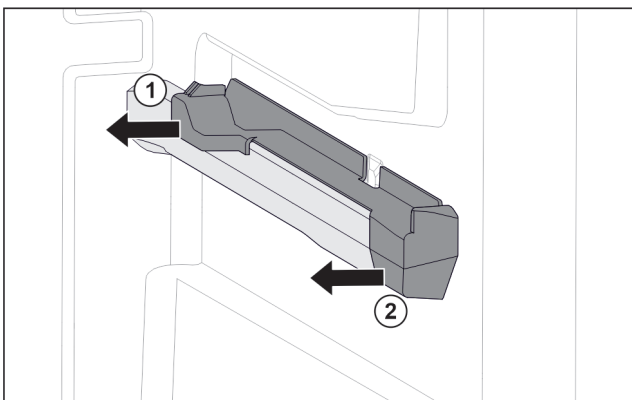

Fig. 71 Insteekeslement op rechter containerrib
- ▶ Insteekeslement achter naar de zijkant toe eraf trekken. Fig. 71 (1)
- ▶ Insteekeslement voor naar de zijkant toe eraf trekken. Fig. 71 (2)